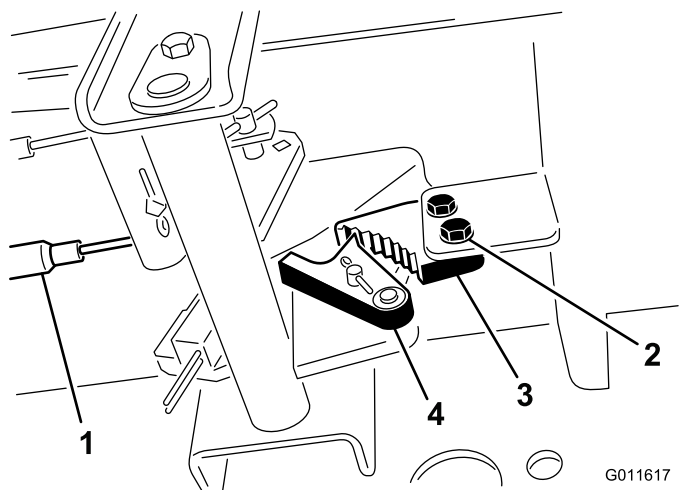

图48
1. 松开将驻车刹车闸固定到机架的 2 个螺钉图48。
2. 向前踩驻车刹车踏板直到刹车卡槽完全接合刹车闸图48。